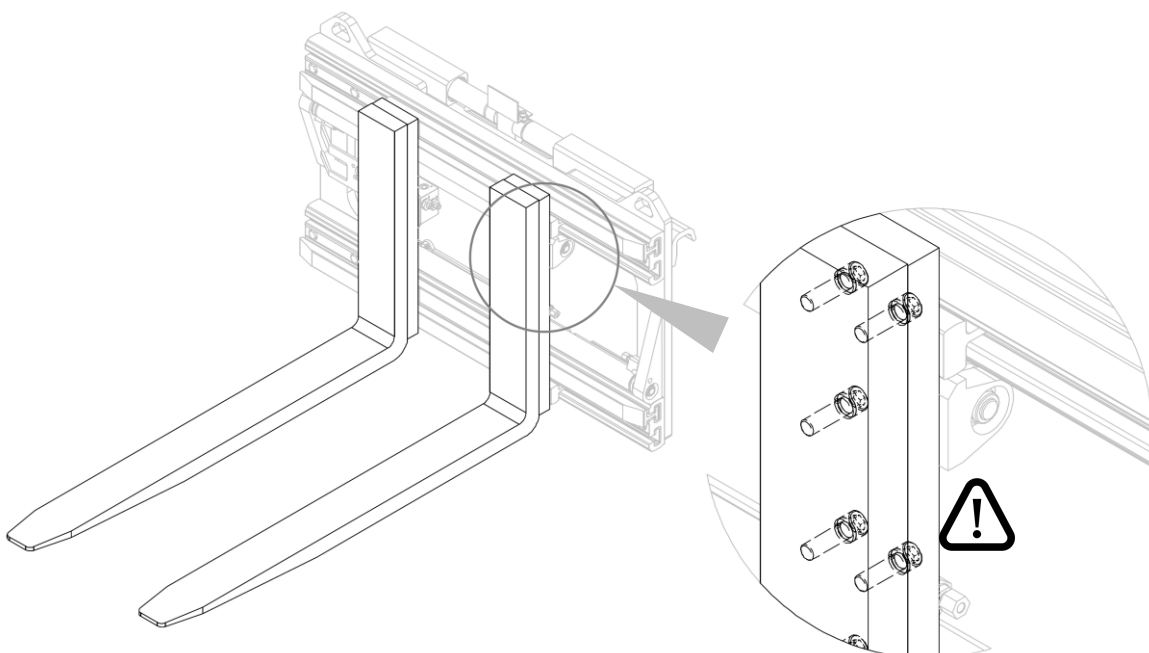

Figura 12
3. Verificare il corretto bloccaggio delle forche (vedi *Figura 12*).